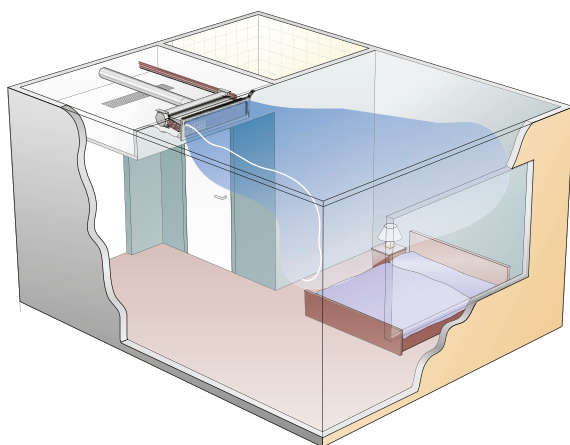

Abbildung 3. PRIMO an der Decke in einem Hotelzimmer montiert.
- PRIMO an der Decke montiert, beispielsweise für Hotels (Abbildung 3).